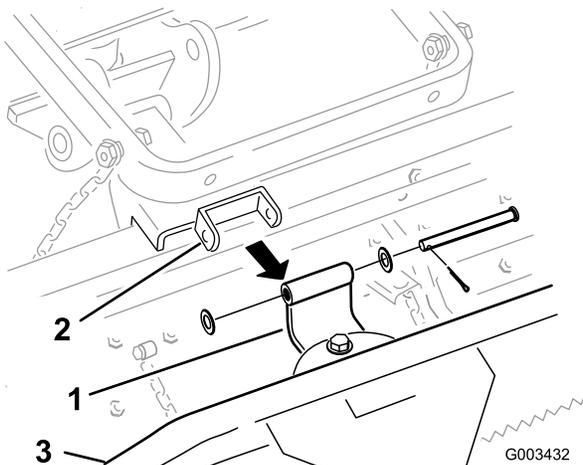

Figura 12
B. Rimuovete la coppiglia, le rondelle e il perno con testa che fissano la staffa orientabile curva al rastrello a pettine (Figura 12).
C. Rimuovete la staffa orientabile curva e i dispositivi di fermo dal rastrello a molle (Figura 12).